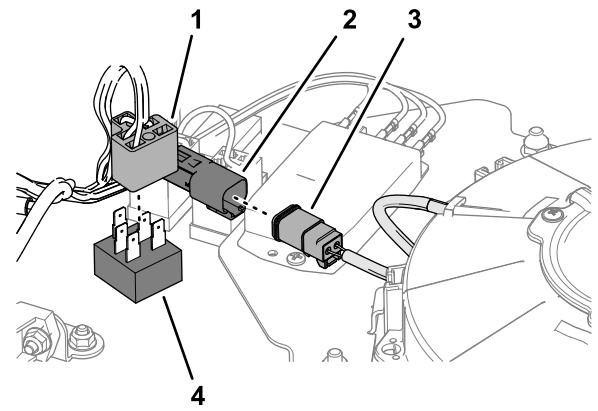

図 10
4. ファンスイッチの 5ピンコネクタを、キットのワイヤハーネスの 5ソケットコネクタに接続する 図 10。
5. キットのワイヤハーネスの 2ピンコネクタを、ファンのハーネスの 2ソケットコネクタに接続する 図 10。